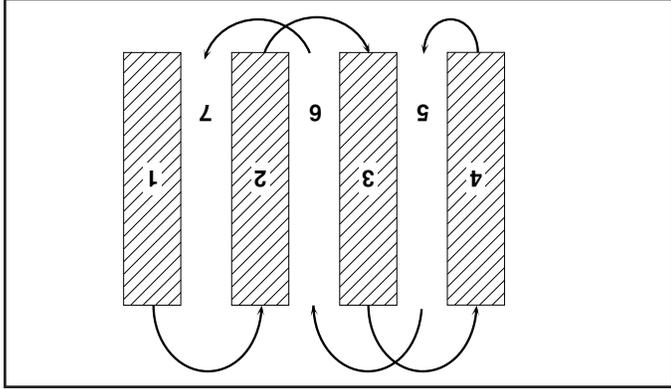

Fig. 9
- Vous trouverez le labourage beaucoup plus facile si vous laissez un rang non bêché entre les sillons. Puis retournez entre les sillons (Voir la Fig. 9). Il y a deux raisons pour faire ceci. Premièrement, des virages larges sont beaucoup plus faciles à prendre que des demi-tours. Deuxièmement, la motobineuse ne vous entrainera pas vers le rang plus proche.